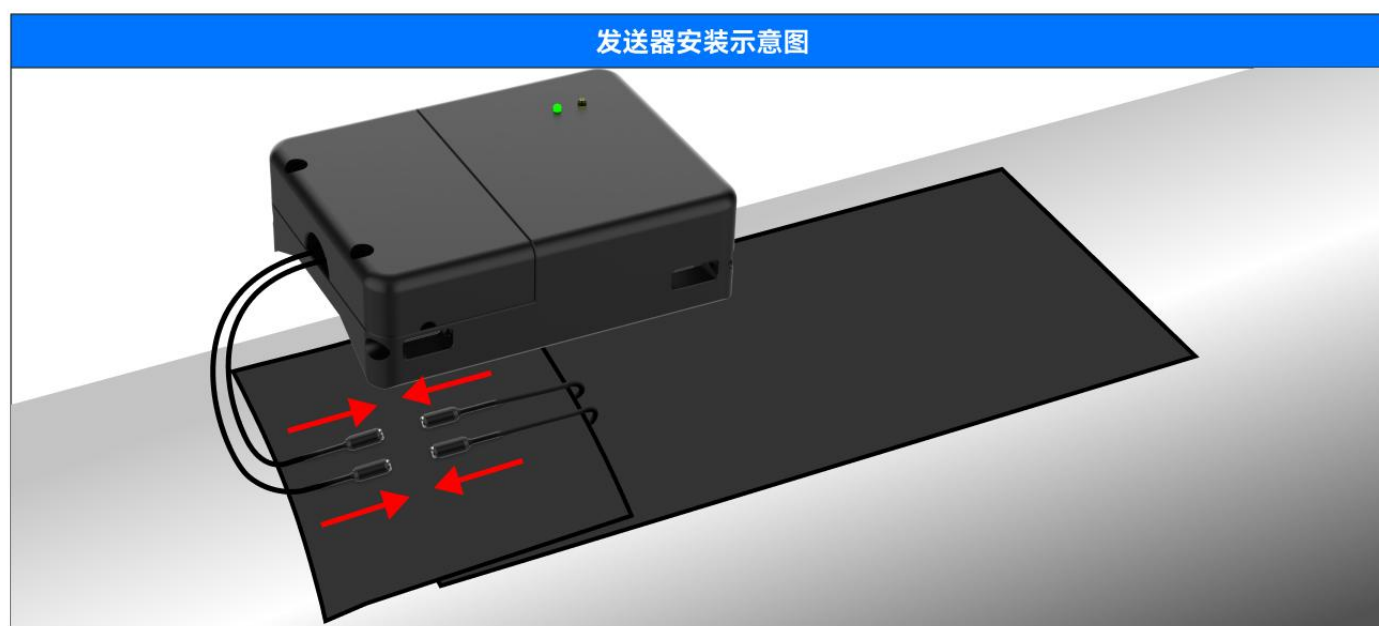

图3.28
1. 将应变计的连接器的连接至发送器的连接器。将多余的电缆缠绕在连接器上，如图3.28。